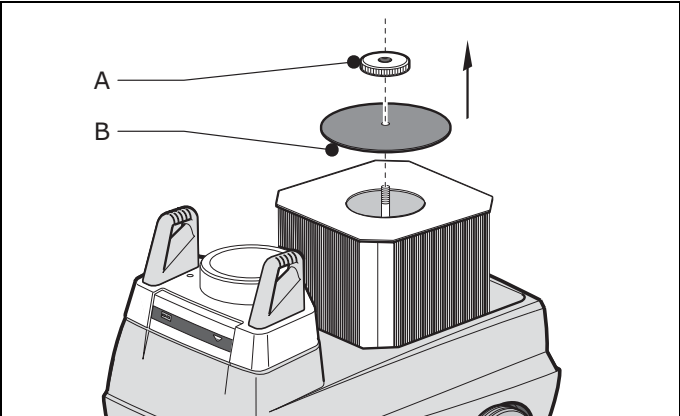

Fig. 6.2 : Détacher le filtre
- Fig. 6.2
- Desserrez l'écrou moleté (A) puis retirez le couvercle de filtre (B).